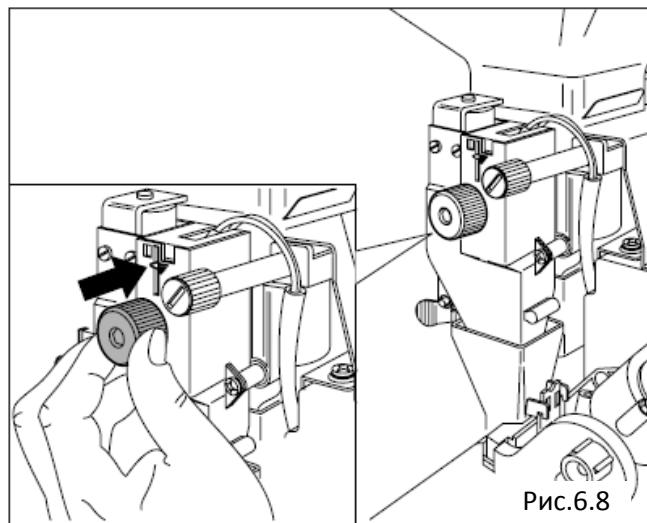

Рис.6.8
- **Взвешивание молотого кофе:** изменяйте количество с помощью ручки, расположенной на измерительном приборе (Рис.6.8).